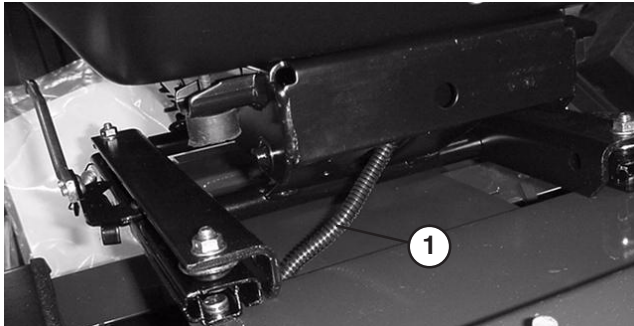

**Bild 12**
- Montieren Sie die Sitzfederung unten am Sitz an vier Kopfschrauben und befestigen Sie diese mit vier Sicherungsscheiben, Flachscheiben und Muttern (Bild 12).
- Befestigen Sie die beiden R-Schellen lose mit zwei Kopfschrauben und Flachscheiben (liegen dem Sitz bei) an der rechten Seite der Sitzunterseite (Bild 12). Setzen Sie das Rohr für die Bedienungsanleitung in die R-Schellen ein und ziehen Sie die Klemmmuttern fest (Bild 12).
- Montieren Sie die Sitzstütze über vier Gewindebolzen unten an der Sitzfederung und befestigen Sie diese mit Muttern (Bild 12).